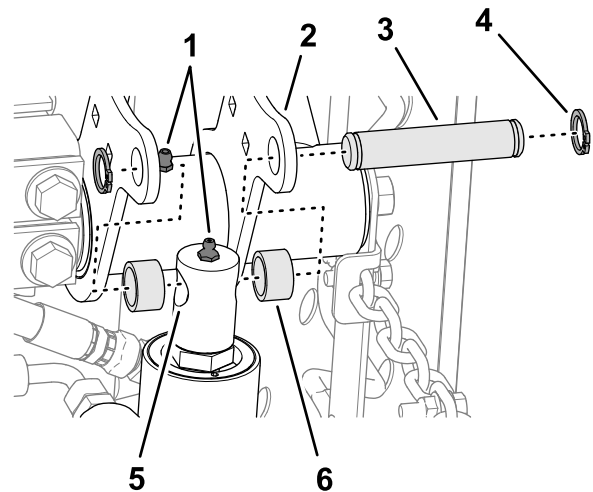

Bild 15
4. Bewegen Sie die Hubzylinderstange langsam, bis sie mit den Löchern in den rechten Hubarmflanschen fluchtet (Bild 15).
5. Montieren Sie die Stange mit dem Befestigungsstift, zwei Distanzstücken und zwei Sprengringen an den Flanschen (Bild 15).
- Tragen Sie Lithiumfett Nr. 2 auf die Schmiernippel des Hubarms und des Hydraulikzylinders auf (**Bild 15**).
- Richten Sie die Löcher in den Platten des vorderen Trägerrahmens auf die Löcher in den Montageplatten des Mähwerks aus (**Bild 15**).